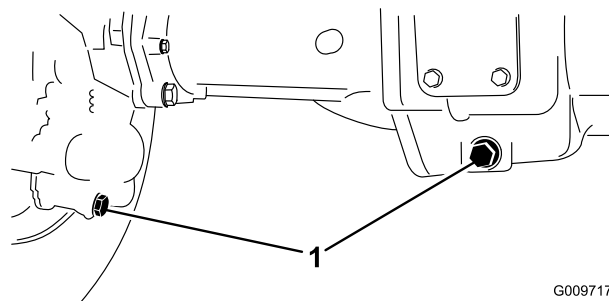

Figure 67
- Nettoyez la surface autour des 3 bouchons de vidange, 1 à chaque extrémité et 1 au centre (Figure 67).